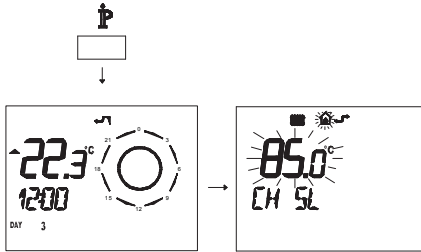

Figura 5.55
- Premere per più di 3 secondi il pulsante **P** per entrare in modalità **INFO** (Figura 5.55).